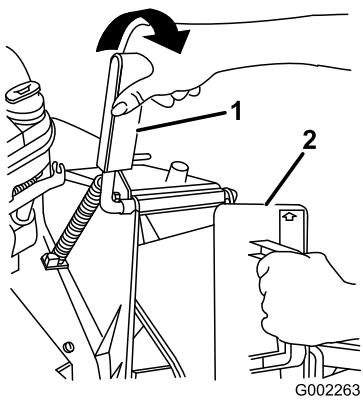

Figura 5
1. Abra la puerta de descarga tirando del tirador hacia adelante y desplazándola hacia atrás (Figura 5). Sujete el tirador de la puerta para evitar que el muelle cierre la puerta mientras inserta el tapón.
2. Puesto que el tapón es algo más ancho que la abertura del conducto de descarga, gire el tapón ligeramente en el sentido de las agujas del reloj al insertarlo (Figura 5).